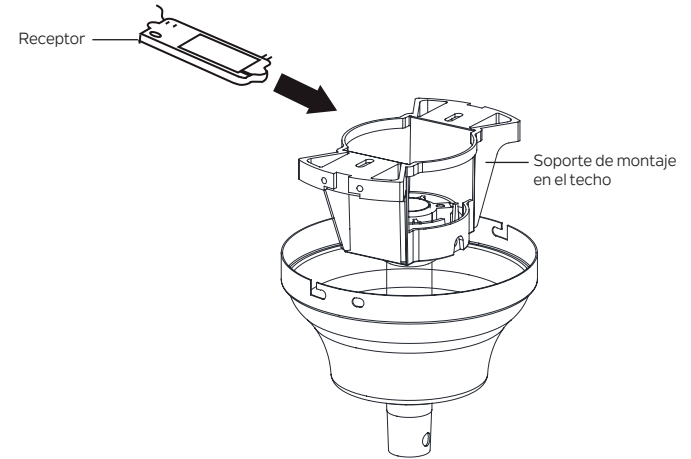

Figura 13
**Paso 1.** Inserte el receptor en el soporte de montaje del techo con el lado plano del receptor orientado hacia el techo. **(Figura 13)** Para lograr un mejor rendimiento, asegúrese de que el cable negro de la antena (en el extremo del receptor), permanezca extendido y no se enrede con ninguno de los cables eléctricos.